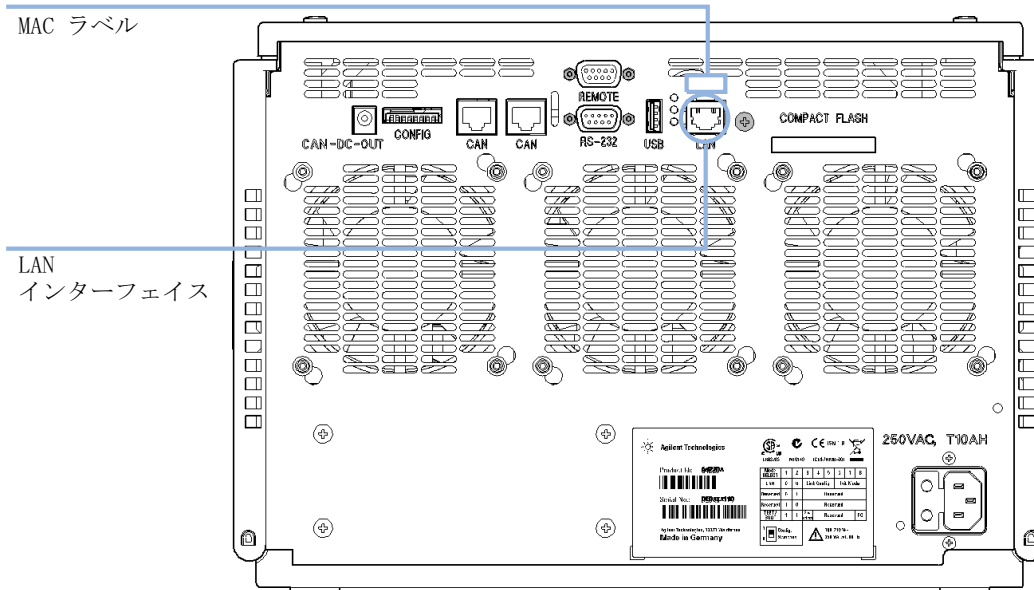

図 35 LAN インタフェースと MAC ラベルの位置
- 1 今後参照するために、MAC (Media Access Control) アドレスを書き留めてください。LAN インターフェイスの MAC アドレスまたはハードウェアアドレスは、世界中で唯一の ID です。別のネットワークデバイスが同じハードウェアアドレスを持つことはありません。モジュールの背面のラベルに MAC アドレスの表示があります (『253 ページ 図 35』を参照)。
- 2 機器の LAN インタフェース（『253 ページ 図 35』を参照）を